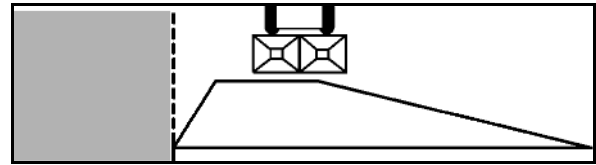

Fig. 70
1. Grenzstreuen nach Düngeverordnung (Fig. 70):